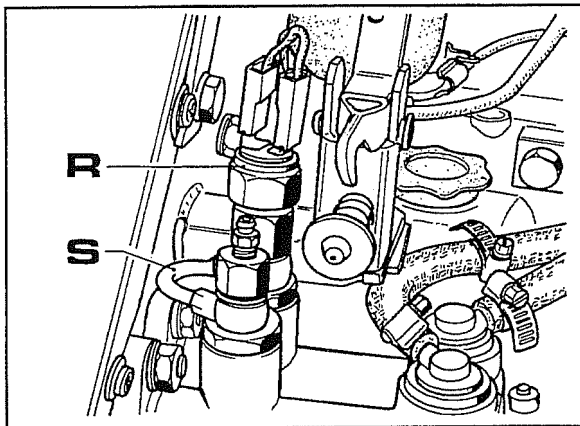

Fig. 4
- 1 Retirar o bolbo **R** luzes stop e o tubo By-pass **S** (fig.4).
- a. Retirar o bolbo **R** luzes stop e o by-pass **S** (fig.4) e desligar os tubos de ida e aspiração.